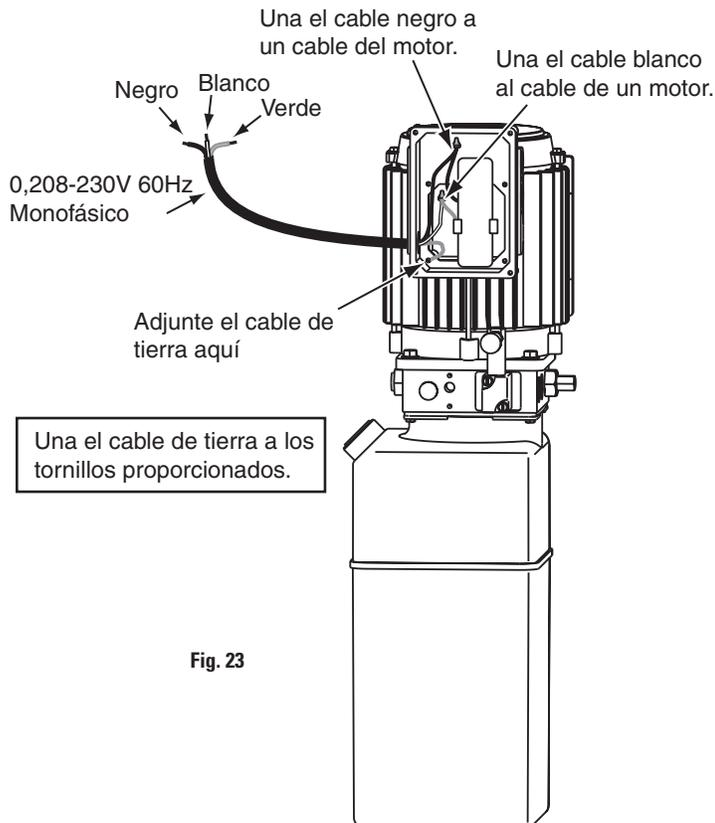
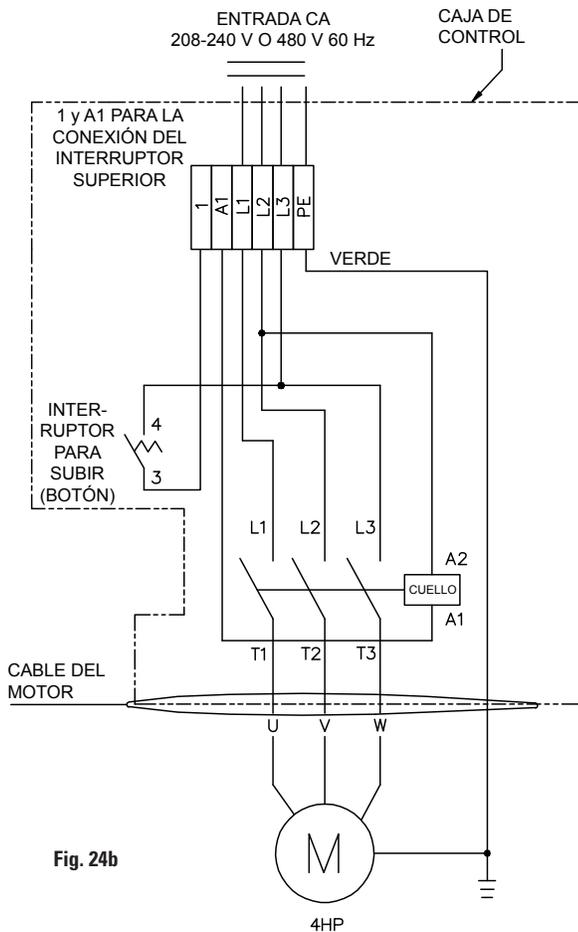

Fig. 23
Fig. 24b
16. Eléctrico: Haga que un electricista conecte la fuente de alimentación apropiada al motor, Fig. 23, Fig. 24, y la Fig. 24b. El calibre del cable debe ser el adecuado para un circuito de 20 amp. Consulte la Tabla de Datos de Operación del Motor.
IMPORTANTE Utilice circuitos separados para cada unidad de energía. Proteja cada circuito con fusibles de acción retardada o interruptores automáticos. Para sistemas monofásicos de 208-230V, utilice fusibles de 20 amp. Para sistemas trifásicos de 208-240V, utilice fusibles de 15 amp. Para sistemas trifásicos de 400V y más, utilice fusibles de 10 amp. Para el cableado vea la Fig. 23, Fig. 24, y la Fig. 24b. Todo el cableado debe cumplir con NEC y todos los códigos eléctricos.